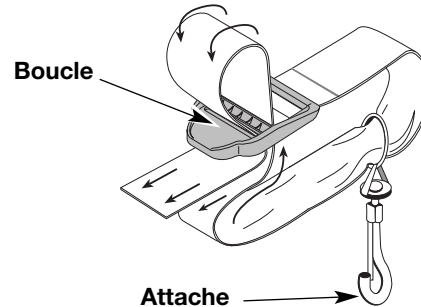

Fig. 6
2. Tirez la bande par-dessus la traverse et à travers la fente de la boucle (Fig. 6).